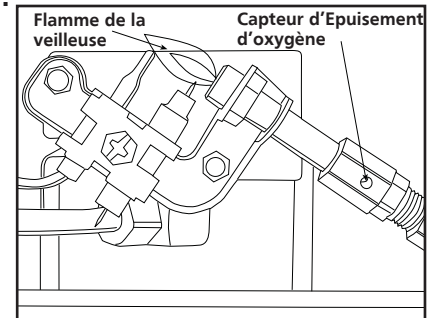

Figure 6
Inspectez visuellement et périodiquement la flamme du gaz pilote et le brûleur durant l'utilisation. Cette flamme de veilleuse devrait être de couleur bleue (pas jaune) et se prolonge à un thermocouple et entoure le thermocouple juste en dessous de la borne, voir figure 6.
3. Retirez (4) quatre vis qui fixent le couvercle arrière au réchauffeur.
5. Retirez quatre (4) vis du brûleur et la ligne de carburant de l'assemblage brûleur. Retirez le brûleur de l'arrière du boîtier.
7. Inspectez et nettoyez l'orifice du brûleur principal (fileté dans le support de l'orifice). Orifice de support est fixé au venturi du brûleur par (2) deux vis.
8. Inspectez et nettoyez la pilote (monté sur support) en utilisant un aspirateur ou en appliquant une pression d'air à travers les trous dans la pilote indiquée par les flèches sur la figure 6.